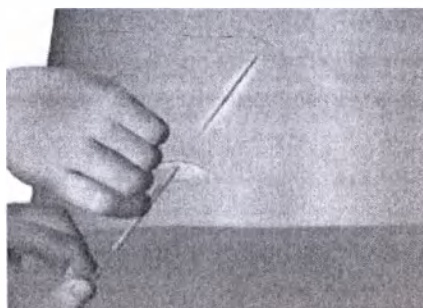

Рисунок 12. Извлечение трубочки для туннелизации
20. Проведите проксимальный конец электрода или удлинителя через трубочку; извлеките трубочку (рисунок 12).